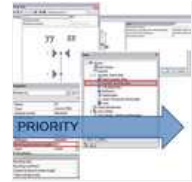

Abbildung 1
- 'Stab-Knickdaten' als zusätzliche Date auf das 1D-Teil (zur Feinabstimmung der Knickdaten eines bestimmten Stabes) (Siehe Abbildung 1).